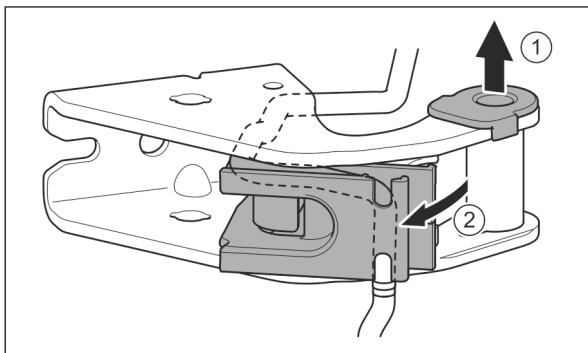

Fig. 24
- ▶ Extraiga el casquillo de cojinete de la guía. Fig. 24 (1)
- ▶ Gire hacia fuera el soporte del cable. Fig. 24 (2)